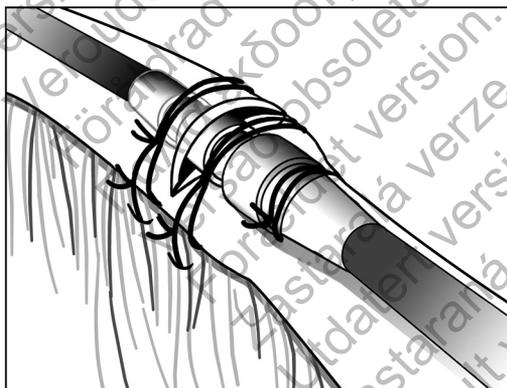

Abbildung 10. Beispiel einer Nahtmanschette, Implantation über eine Vene
3. Verwenden Sie dieselbe Rille, um die Elektrode und die Vene an der benachbarten Faszia (Abbildung 10 auf Seite 27) zu fixieren.